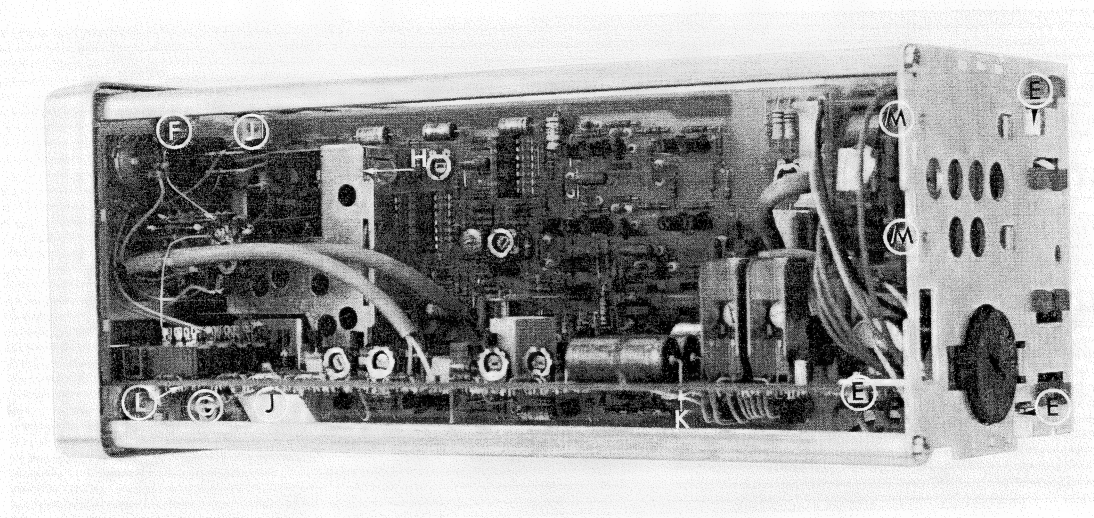

Abb. 2.7. Ausbau
- 3 Schrauben E (Abb. 2.7) mit denen die Leiterplatten an der Rückwand befestigt sind
- 1 Schraube F (Abb. 2.7) hinter der Frontplatte (oben)
- 1 Mutter G (Abb. 2.7) Frontplatte (unten).
- die Abschirmplatte des Abschwächers durch Drücken der Fahne H am oberen Rand aushaken (siehe Abb. 2.7).
- die beiden Schrauben J lösen (Abb. 2.7).
- Scharnier K in der Mitte des Leiterplattenrandes aushaken (Abb. 2.7).
- Scharnier K in der Mitte der Leiterplatte aushaken (Abb. 2.7).
- um die horizontale Platte auszubauen: Befestigungsschraube L an der Frontplatte lösen (Abb. 2.7).
- um die vertikale Platte auszubauen: die entsprechenden Abschwächerverbindungen und zwei Schrauben J an der Frontplatte entfernen (Abb. 2.7).
- zwei Befestigungsschrauben M lösen (Abb. 2.7).